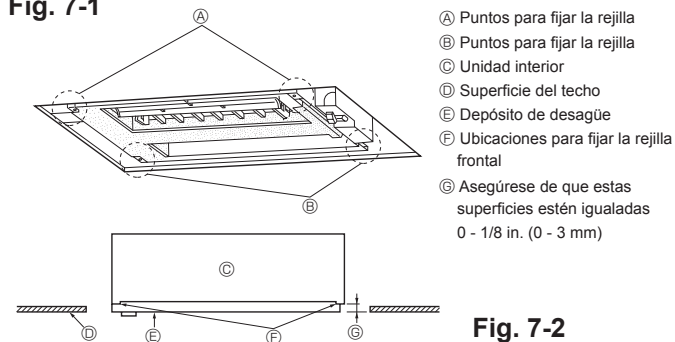

Fig. 7-2
①	Rejilla	1
②	Tornillo	6	M5 × 0,8 × 16
③	Tornillo	1	4 × 16
- Compruebe que los cuatro puntos de fijación del panel frontal estén en contacto con la superficie del techo (véase la Fig. 7-2).